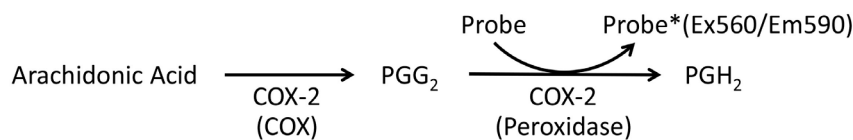

图1. 本试剂盒筛选COX-2抑制剂的原理图。Probe*表示催化生成的强荧光探针。
- 本试剂盒的检测的基本原理参考图1。在辅助因子(Cofactor)存在的情况下, COX-2使用其环氧化酶(COX)活性把花生四烯酸(Arachidonic Acid)等底物环氧化生成PGG₂等中间产物, 继而COX-2使用其过氧化物酶(peroxidase)活性把PGG₂等中间产物催化生成PGH₂等最终产物, 同时把几乎没有荧光的COX-2探针(Probe)催化生成有强荧光的探针(Ex560/Em590)。这样通过荧光检测就可以非常灵敏地检测COX-2的酶活性。如果在反应中加入COX-2抑制剂(Inhibitor), 荧光的生成就会被抑制, 荧光强度与抑制剂的抑制效果成反比, 这样就可以检测出抑制剂的抑制效果。本反应生成的强荧光探针的最大激发波长为571nm, 最大发射波长为585nm, 推荐检测时的激发波长为560nm, 发射波长为590nm。